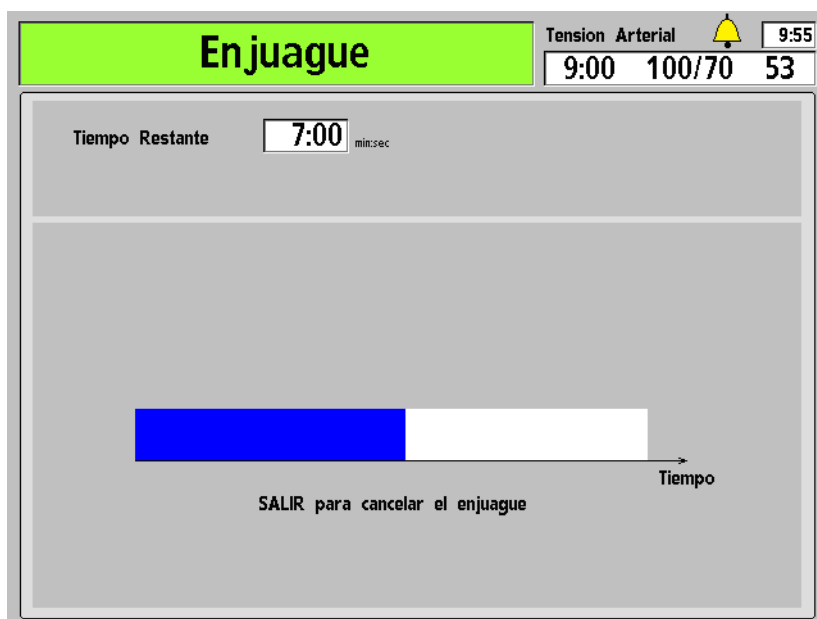

Figura 92 – Pantalla “Enjuague”
2. Desde la pantalla “Seleccione el Programa”, seleccione el botón **Enjuague**. Se mostrará la pantalla “Enjuague” (vea Figura 92). El progreso del programa Enjuague se indica en la barra horizontal.